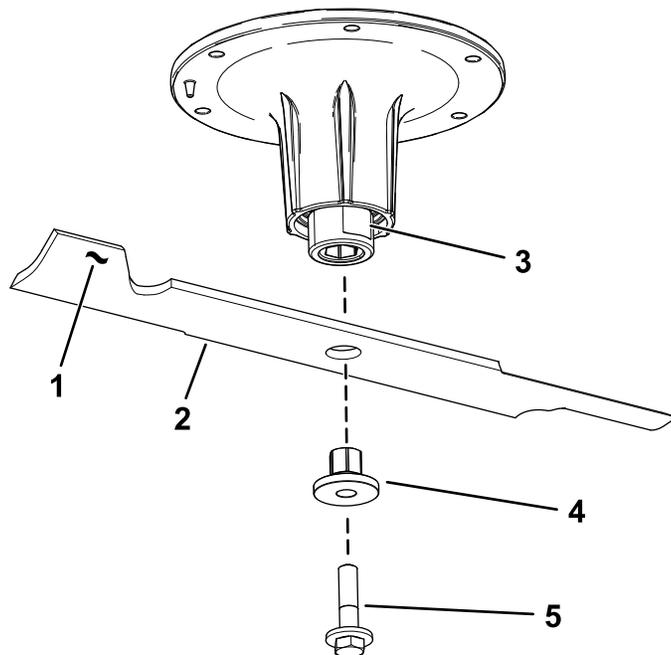

Рисунок 107
2. Снимите болт ножа, втулку и нож с вала шпинделя (Рисунок 107).